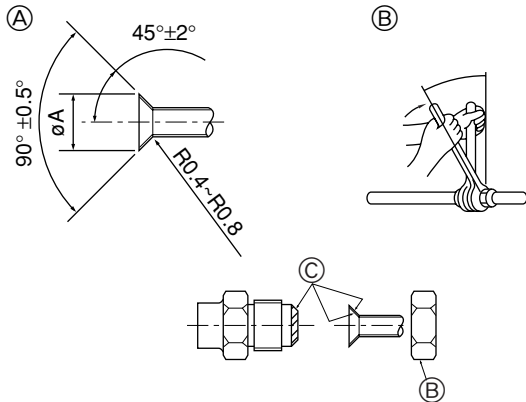

Fig. 4-1
- 4.1. 连接管道 (Fig. 4-1)
⑦ 扩口切割尺寸